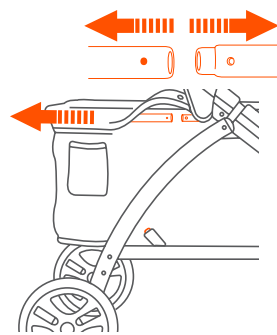
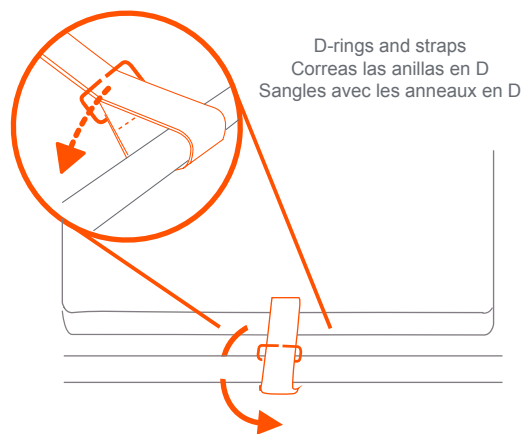

Fig. 16c
Fig. 16d
- Press the pin to remove the rear frame bar and pull the fabric away from the frame. Remove the the bar from the fabric (Fig. 16c) and remove the D-ring on each side (Fig. 16d).
- Presione el perno para retirar la barra trasera del armazón, y aparte la tela del armazón. Retire la barra de la tela (Fig. 16c) y retire las anillas en D (Fig. 16d).
- Presser la goupille pour ôter la barre du cadre arrière et retirer le tissu du cadre. Retirer la barre du tissu (Fig. 16c) et retirer les anneaux en D (Fig. 16d).